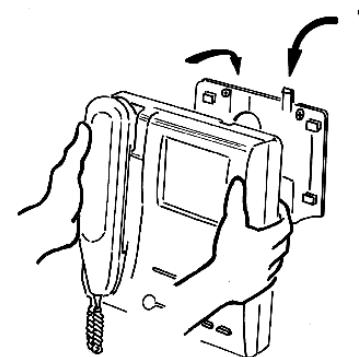

Fig 14a
- Inserire la morsettiera ed agganciare il monitor sulla staffa come indicato in fig.14a pag. 19 per rendere maggiormente stabile l'aggancio del monitor innestare il piccolo cuneo staccato dalla staffa (fig 13 pag. 19) come descritto in fig 14a pag.19